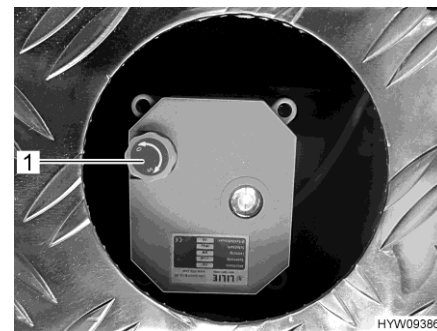

Fig. 205 Molette (vanne pour eaux usées)
- Pour ouvrir la vanne pour eaux usées, tirer la molette (Fig. 205,1) vers le haut et tourner jusqu'en butée dans le sens inverse des aiguilles d'une montre. Le sens de rotation (O pour ouvrir, S pour fermer) est indiqué sur la molette à réglage.
- Pour fermer la vanne pour eaux usées, tirer la molette (Fig. 205,1) vers le haut et tourner jusqu'en butée dans le sens des aiguilles d'une montre.